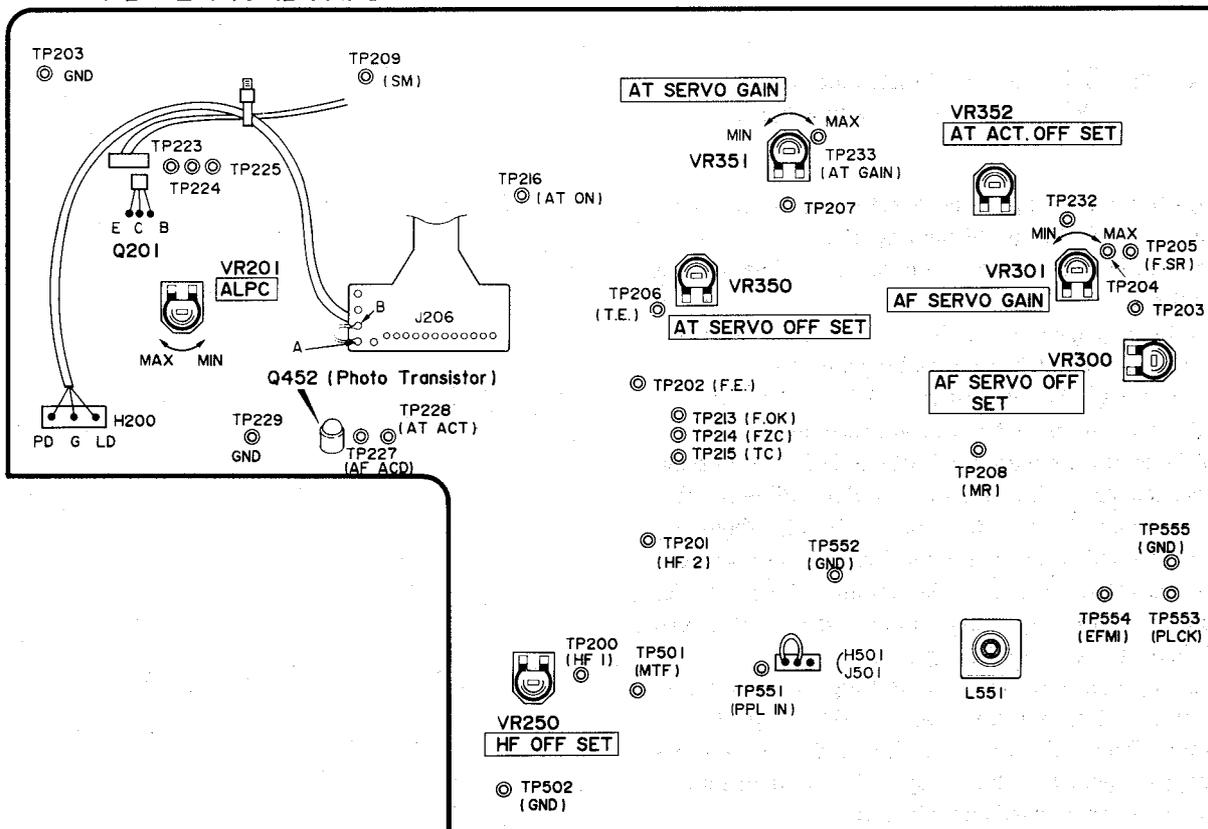

Abb. 24
Den kurzen Leiter am elastischen Kabel nach Herstellung des Anschlusses entfernen (mit Zange abschneiden). Punkt A gemäß Abbildung 24 und danach Punkt B abschneiden.
- 1) VR201 auf Minimum stellen (Siehe Abbildung 24)
- 4) Zustand des Plattenspielers nach dem untenstehenden Verfahren prüfen und den Widerstand optimal einstellen. Für die Richtung der Verstärkung VR siehe Abbildung 24.